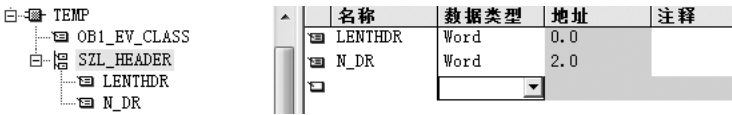
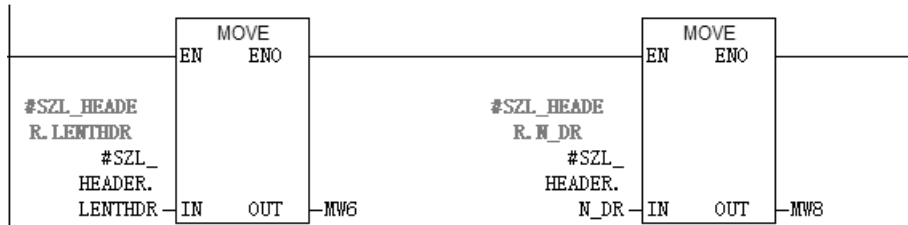

图 12-52 局部变量表的结构
图 12-54 梯形图
SFC51 的 SZL_HEADER 的数据类型是 STRUCT（结构），必须在调用 SFC51 的组织块中创建结构。创建的方法是在 OB 块的局部变量的最下方生成临时变量 SZL_HEADER，其数据类型为 STRUCT。本例是在 OB1 中创建，局部变量表的结构如图 12-52 所示。SZL_HEADER 中有两个元素，分别为 LENTHDR 和 N_DR，其数据类型为 WORD（字）。LENTHDR 是读取的 SSL 或者 SSL 的数据记录的长度，N_DR 是读取的数据记录的编号。
- 2) 再在 OB1 中编写如图 12-54 所示的梯形图程序，注意编写程序之前，需要创建如图 12-52 所示的结构 SZL_HEADER，否则编写的程序会报错。